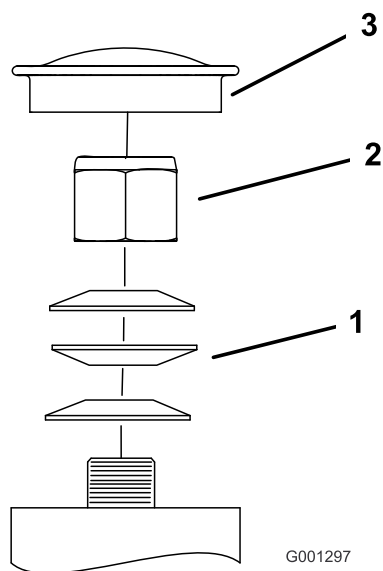

Figura 78
3. Retire o tampão antipoeira da roda e aperte a porca de bloqueio (Figura 78).
4. Aperte a porca de freio até que as anilhas de mola estejam planas e, em seguida, recue 1/4 de volta para aplicar devidamente a pré-carga nos rolamentos (Figura 78).
Importante: Certifique-se de que as anilhas de mola estão corretamente montadas como se mostra na Figura 78.
5. Instale o tampão antipoeira (Figura 78).